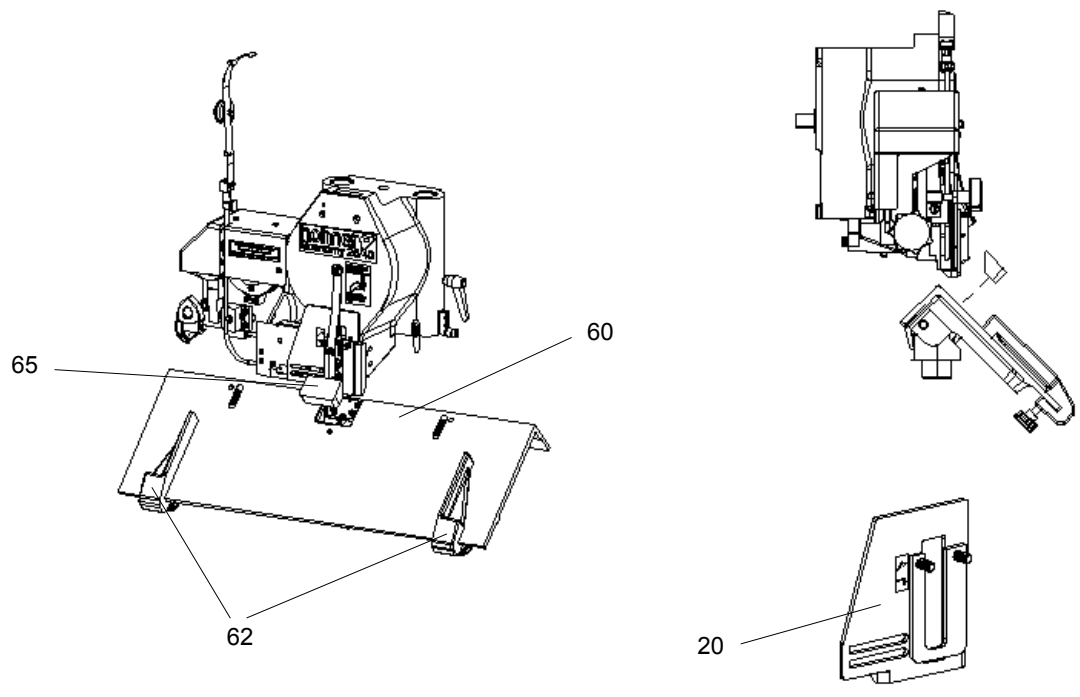

Abb. 4.11
- Abb. 4.11 -
- Fingerschutz in Position „**Sattelheftung**“ montieren, dazu Markierungen beachten (siehe - Abb. 4.11 -).